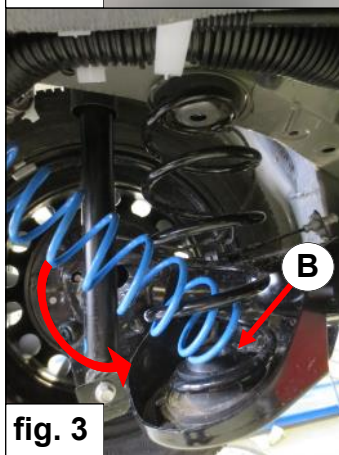

fig. 3
3. Plaats veerschotel B. Breng de hulpveer C met een kielbeweging in de hoofdveer. Zie fig. 3.